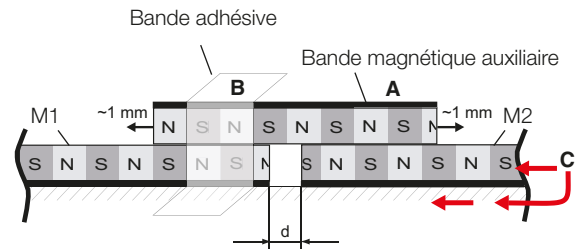

Fig. 4-9 : Bande magnétique M2 à glisser sous la bande magnétique auxiliaire, d = 4-10 mm
3. Poser la bande magnétique auxiliaire à l'envers sur la bande magnétique M1. Grâce aux forces magnétiques, la bande magnétique auxiliaire est attirée vers le bas par le pôle opposé et s'engage (Fig. 4-9). Afin de trouver la position présentant une force d'attraction maximale, décaler la bande magnétique auxiliaire d'environ 1 mm dans l'une et l'autre direction, jusqu'à ce que l'attraction maximale soit perceptible. Fixer la bande magnétique auxiliaire dans cette position, p. ex. à l'aide d'une bande adhésive.
4. Glisser le début de la deuxième bande magnétique M2 sous la bande magnétique auxiliaire, jusqu'à proximité de la bande magnétique M1, et la laisser s'engager magnétiquement (Fig. 4-9). Laisser une distance (d) suffisante par rapport à M1, p. ex. 4-10 mm.